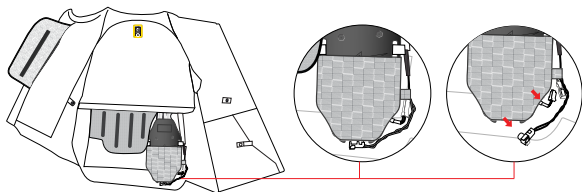

图 12
2. 进入充气机外壳 (4)，断开电池连接器 (6) 和充气机压嘴连接器 (5) 的连接（图 12）。